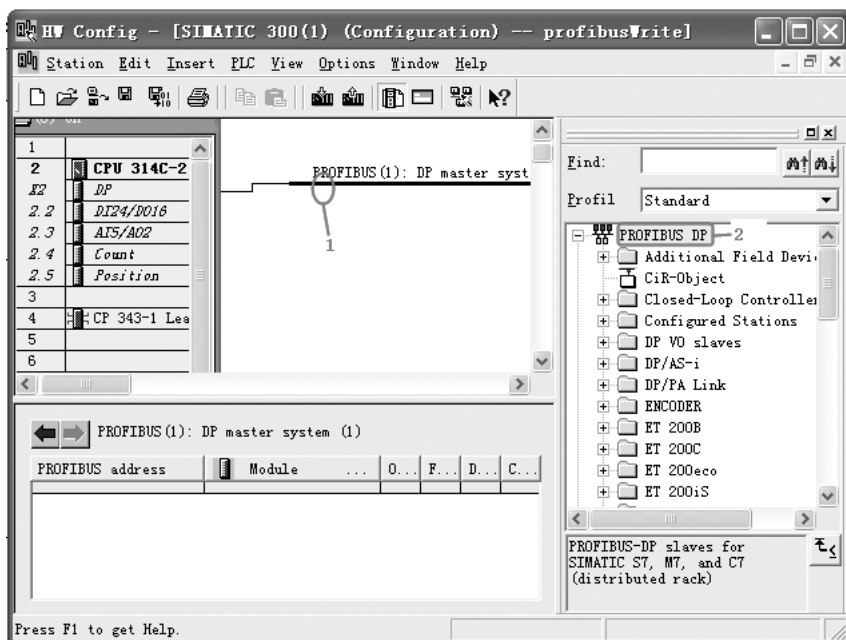
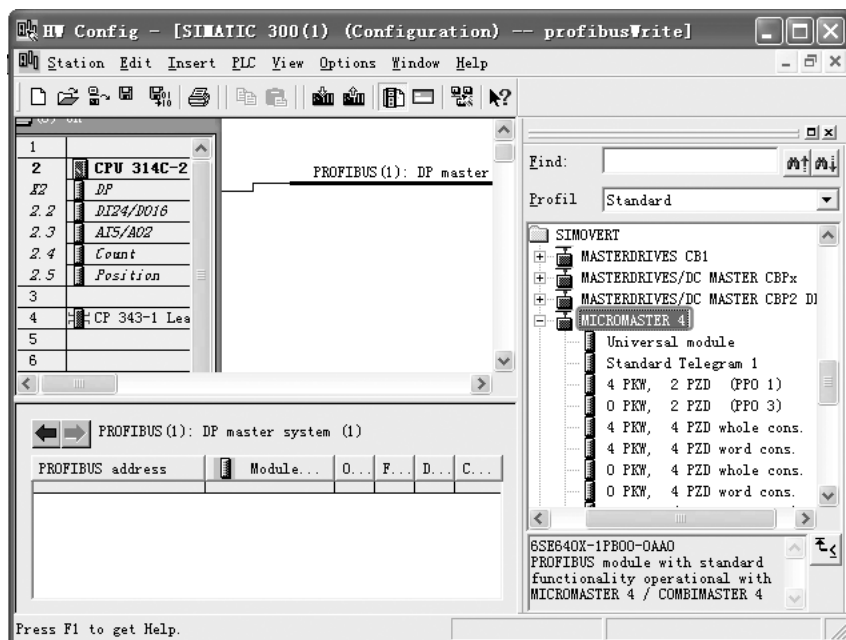

图 11-27 展开“PROFIBUS DP”
图 11-28 选中“MICROMASTER 4”
1) 新建项目和 PROFIBUS 网络。如图 11-26 所示，将项目命名为“profibusWrite”。新建 PROFIBUS 网络，设置 CPU314C-2DP 的站地址为 2，选中如图 11-27 所示中“1”处的网络，展开“PROFIBUS DP”。
2) 选中“MICROMASTER 4”。如图 11-27 所示，先展开“SIMOVERT”，再选中“MICROMASTER 4”，并双击之，弹出图 11-28 所示的界面。